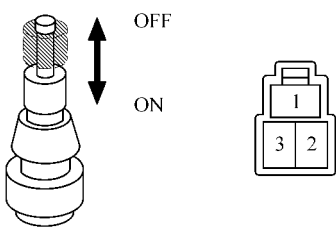

图 18-147 检查散热器冷却液位传感器
1) 检查散热器冷却液位传感器，如图 18-147 所示。
- ①在开关 OFF 的状态下，检查端子 2 和 3 之间是否不导通。
- ②在开关 ON 的状态下，检查端子 2 和 3 之间是否导通。